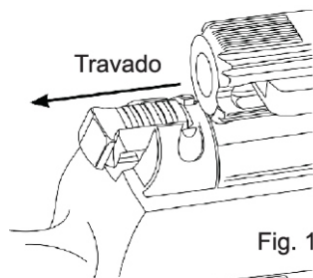

Fig. 1
• Para colocar a trava na posição "TRAVADO", puxe a trava manual para trás. Nessa posição o gatilho NÃO pode ser puxado e a carabina de pressão NÃO poderá ser disparada (Fig.1). Quando aparece o sinal branco, a carabina de pressão está travada.
CUIDADO: MANTENHA A SUA CARABINA DE PRESSÃO NA POSIÇÃO "TRAVADO" ATÉ QUE VOCÊ ESTEJA PRONTO PARA ATIRAR (Fig. 1).